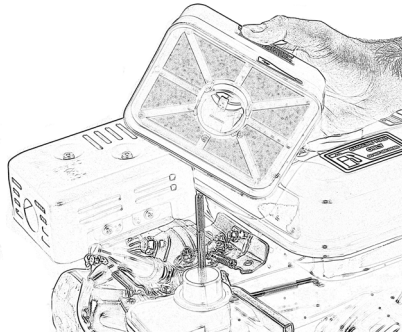

Figure 24
- Ouvrez l'écrou à oreilles en haut du boîtier du filtre à air et retirez le boîtier vers le haut, fig. 24.